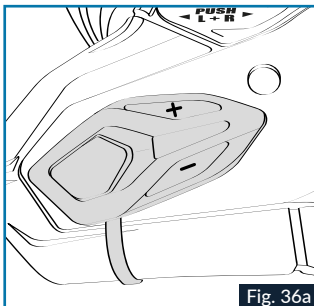
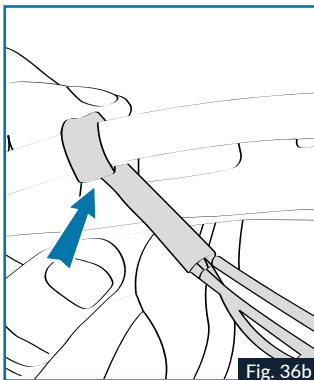

Fig. 36a
Fig. 36b
8. Applicare il gruppo comandi principale nella sede prevista (Fig. 36a) con il biadesivo presente sul gruppo, inserire il cavo piatto tra la calotta e il guanciale in polistirolo a sinistra del rivestimento della clip (pezzo rosso) come indicato nella Fig. 36b.